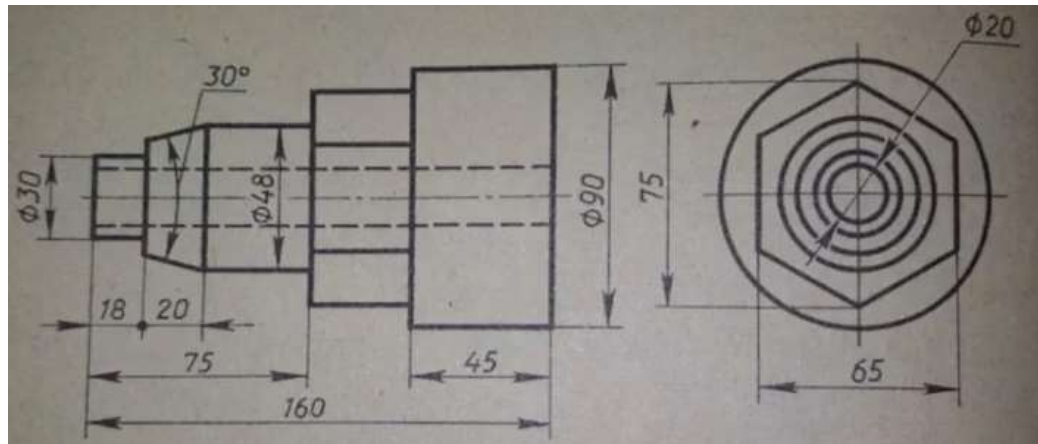
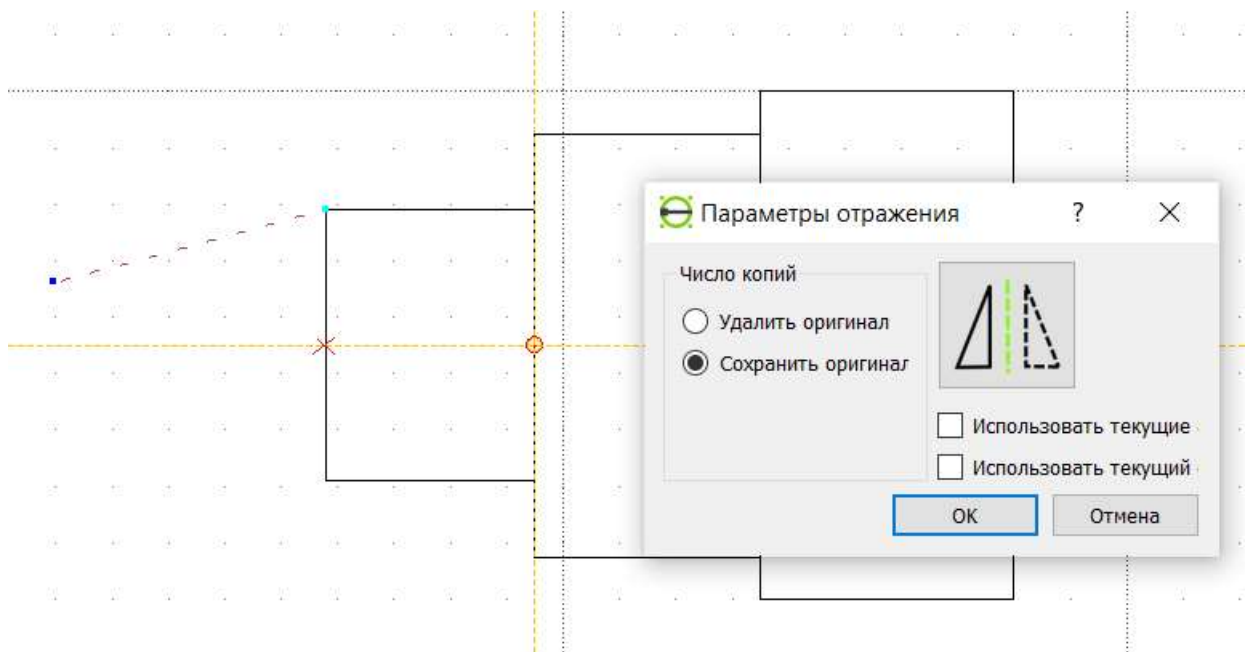

Рисунок 4 - Направляющая
Рисунок 6 – Отражение
Построим деталь, которая изображена на рис. 4.
4. Далее выделяем построенный отрезок. И используем инструмент отражения на правой панели, инструмент «Изменить». Выбираем привязку к середине и нажимаем на две точки на оси (рис. 6).
5. Откладываем от центральной точки (выделена на рис. 6 красным крестиком) расстояние 20 согласно размерам на чертеже (рис. 4): @-20,0. Затем убираем все привязки,